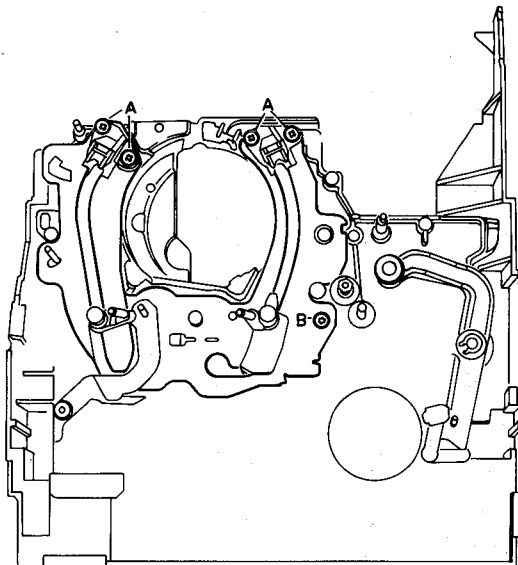

Fig. 2-1-12
- Linkes und rechtes Prisma Pos. 274 beseitigen (Fig. 2-1-12, Schrauben A).